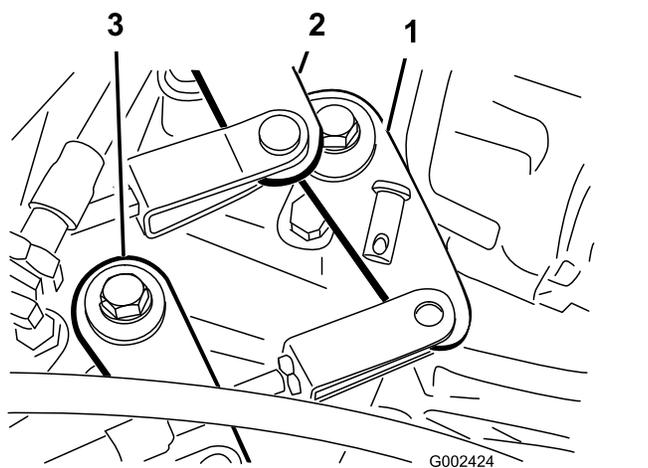

图53
2. 卸下将换挡拉索固定到驱动桥换挡臂的柱销图53。
1. 卸下将高至低档拉索固定到驱动桥的柱销图53。